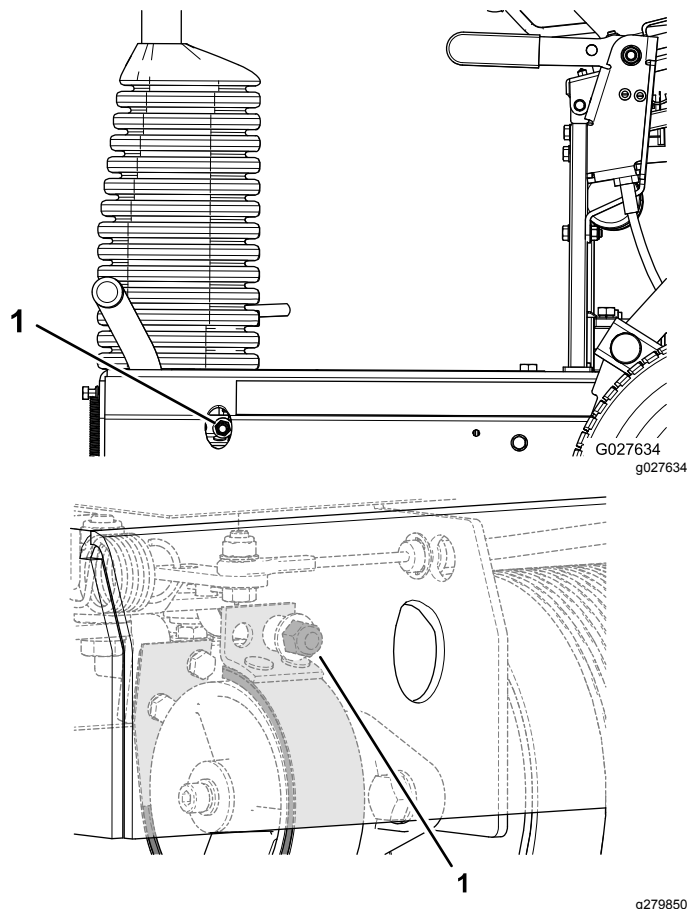

图 34
- 要增大制动力可顺时针旋转刹车锁紧螺母 图 34。
- 要减小制动力可逆时针旋转刹车锁紧螺母 图 34。